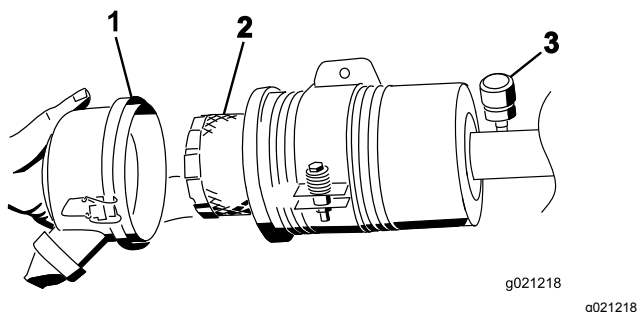

Figure 54
3. Déposez et remplacez le filtre (Figure 54).